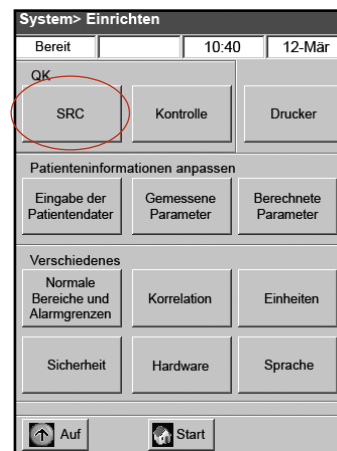

Abbildung B-5: Bildschirm System > Einrichten
- c. Am Bildschirm System > Einrichten tippen Sie auf **SRC** (Abbildung B-5).